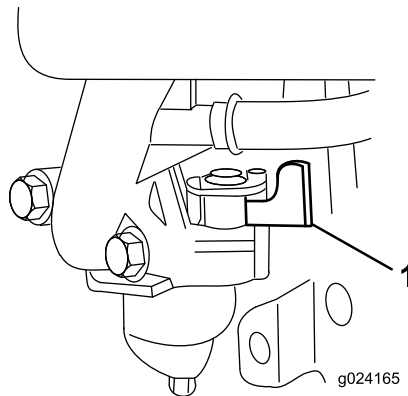

Figure 14
2. Ouvrez le robinet d'arrivée de carburant en tournant le levier vers la **droite** (Figure 14).